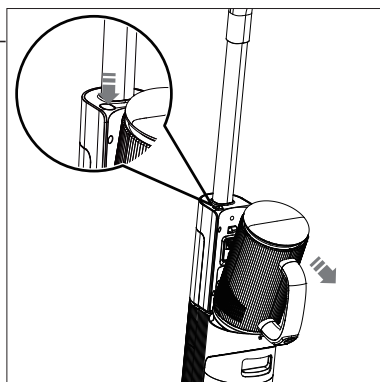

Fig. 21 – Retirer le groupe moteur
- ▶ Tenez bien le groupe moteur et appuyez sur le bouton de déverrouillage du groupe moteur (4) pour le libérer.
- ▶ Basculez le groupe moteur vers l'avant pour le sortir de l'appareil (**voir Fig. 21**).